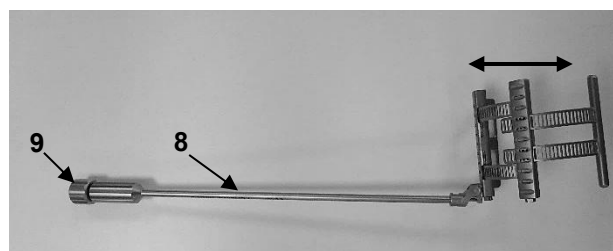

fig. 8
Treede Maxposition-bladet kan höjas eller sänkas med hjälp av hakstyrningen (8) genom att vrida fixeringsmuttern (9) med- eller moturs (fig. 8).